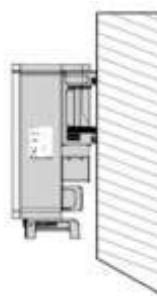

Fig. 4-2 Montaje de pared
- Capacidad máxima de carga  $\geq 4$  veces de peso del inversor (Fig. 4-2).